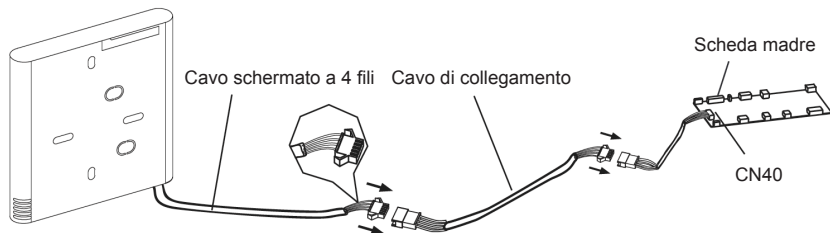

Fig. 3-3
- Collegare il giunto femmina del gruppo cavi della scheda madre con quello maschio del gruppo cavi di collegamento (vedere fig. 3.3).
- Collegare l'altro lato del gruppo cavi di collegamento con il giunto maschio del gruppo cavi del comando a filo (vedere fig. 3-3).